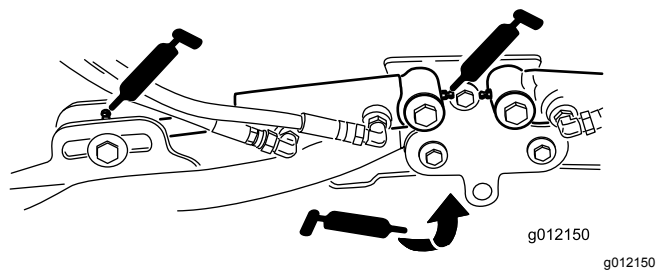

Bild 65
- Hubarmzylinder der Schneideinheit (2) (Bild 65)
- Hubarmgelenke (1) (Bild 65)